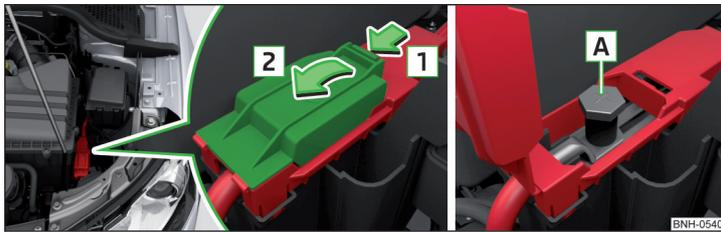

Abb. 173 Pluspol bei Fahrzeugen mit der Fahrzeugbatterie im Gepäckraum
Der Pluspol **A** befindet sich unter einer Abdeckung im Motorraum » Abb. 173.
- Die Pluspolklemme des Starthilfekabels an der Position **A** » Abb. 173 anklemt.